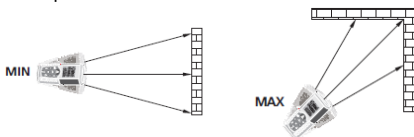

Fig. 3: Ejemplos de medida continua de la distancia
4. Los valores mínimo y máximo de la distancia se muestran en las pantallas parciales mientras que la medida que continúa de forma dinámica desplazando el instrumento (vea Fig. 3) se muestra en la pantalla resultante